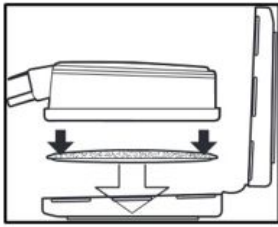

Fig.5
1. Oriente un filtro de la mitad más grande del retenedor del filtro de modo que la forma del filtro se alinee con la forma del retenedor del filtro. Asegúrese de que el lado impreso del filtro esté hacia abajo (Fig. 5). Nota: La mitad más grande del retenedor del filtro NO tiene el extremo recortado, mientras que la mitad más pequeña tiene un extremo recortado para que encaje alrededor de la conexión del cartucho.